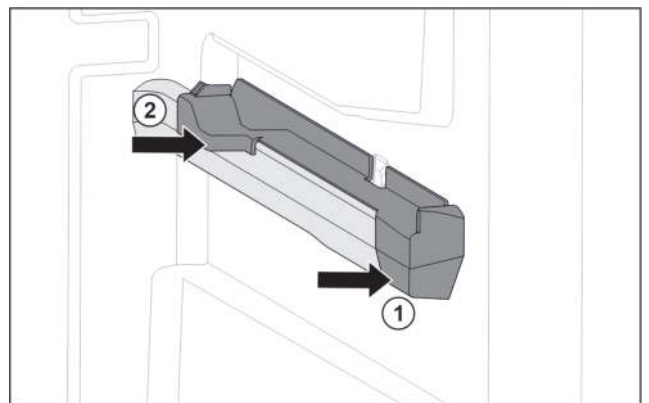

Fig. 61 Aufsteckteil auf der rechten Behälterrippe
- ▶ Aufsteckteil vorne an Behälterrippe ansetzen. Fig. 61 (1)
- ▶ Aufsteckteil hinten andrücken. Fig. 61 (2)